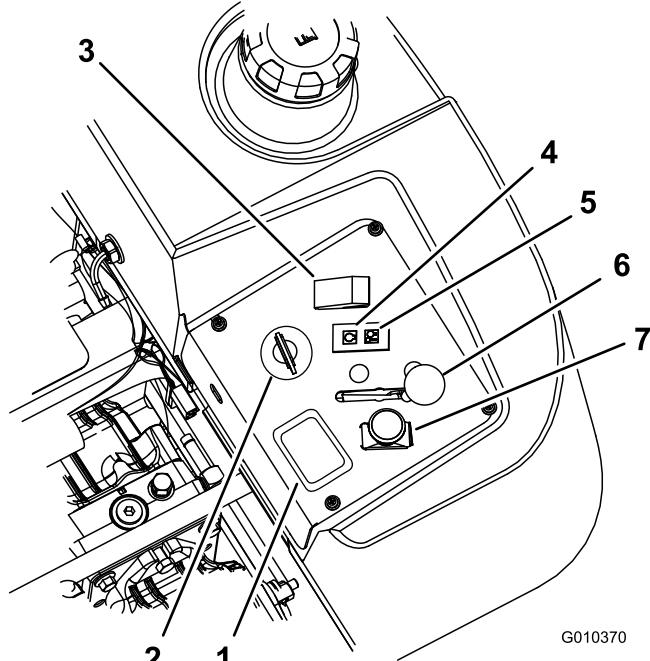

Bild 12
4. Schieben Sie den Zapfwellenantriebsschalter auf „Aus“ (Bild 12).